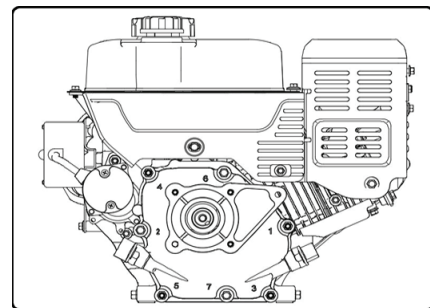

Figure 34
1) Retirez les quatre vis qui fixent ensemble les plaques latérales de la roue de friction. Voir la figure 34.